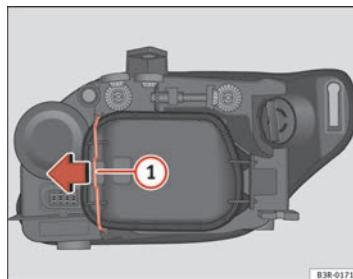

Fig. 212 Luci di posizione (lato interno veicolo)
- Far scorrere il tirante ⇒ pag. 284, fig. 212 ① nel senso della freccia e sfilare la copertura separando prima il lato del tirante ed estraendo dopo le due linguette dell'estremità opposta.